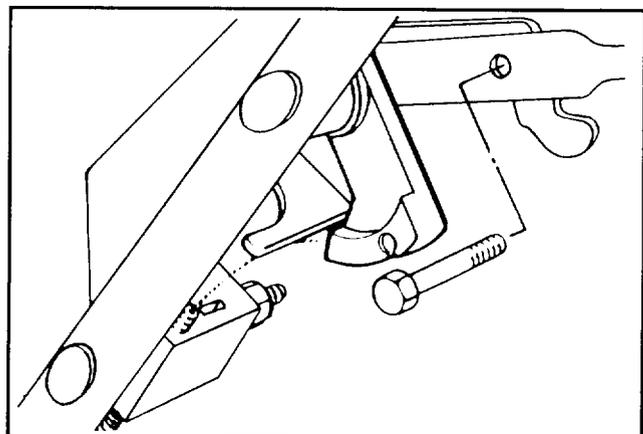

Figure 4
8. Attachez le levier de commande à la barre de commande à l'aide d'un boulon à tête et d'un écrou de blocage (fig. 4).